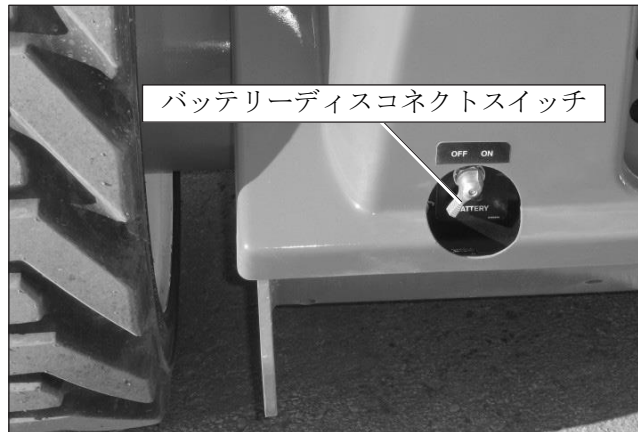

図 10.1 - バッテリーディスコネクトスイッチ
1. バッテリーディスコネクトスイッチをオン位置にします（図 10.1 を参照）。